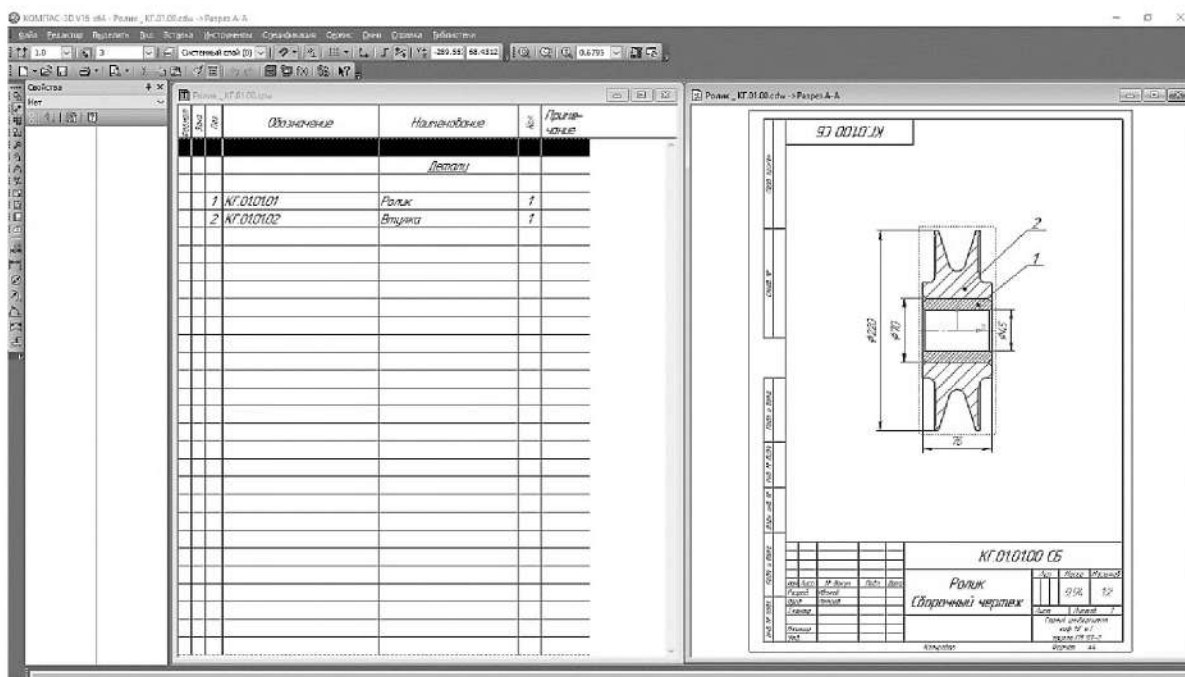

Рисунок 4.52. Вид окон в режиме Мозаика вертикально
3.3.6 Нажмите кнопку **Показать все**  на панели **Вид** (рисунок 4.52).